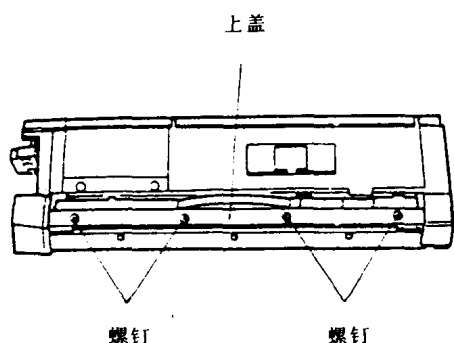

图 1-1-2
- (3) 重新上好印制电路板盖。
- (4) 卸掉四个螺钉和 CD 组件的上盖, 如图 1-1-2 所示。
- (5) 松开载体漏斗, 剥掉密封, 将漏斗装回载体瓶。
- (6) 将载体均匀散布在 CD 组件显影筒上的槽口里。
- (7) 将上盖装回 CD 组件。并将 CD 组件装回复印机内。
- (8) 将门开关压板插入门开关，接通电源。